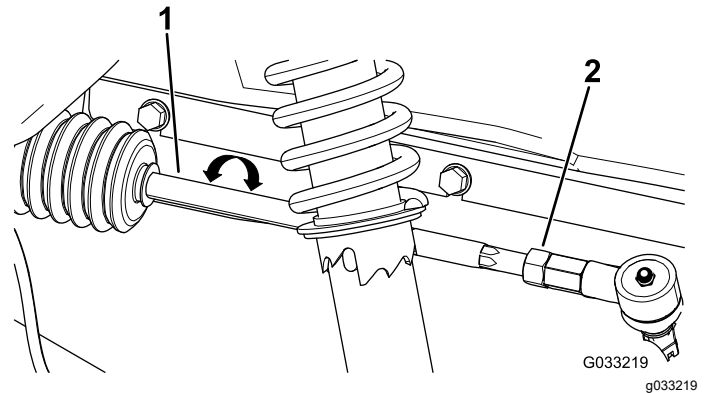

Figura 42
2. Si la distancia no está en el intervalo de 0 a +/-3 mm (0 a +/- 1/8"), afloje las contratuercas en el extremo exterior de las barras de acoplamiento (Figura 42).